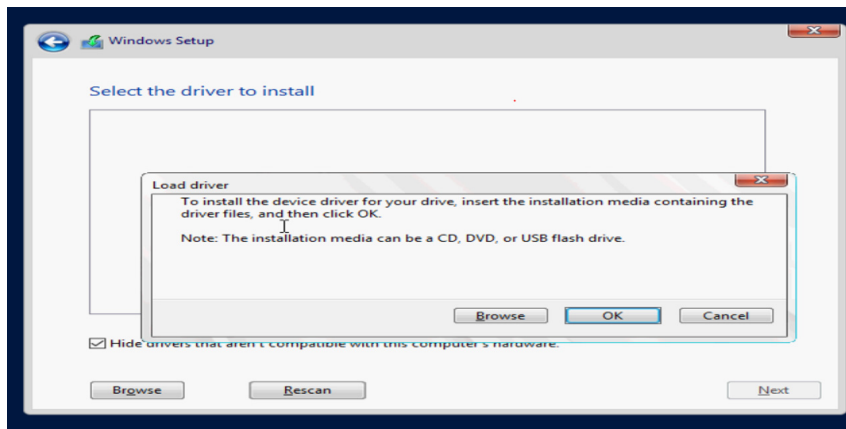

Ilustración 6-18. Configuración de Windows: Selección del controlador que instalar
- a. Haga clic en **Load driver** (Controlador de carga) y, a continuación, haga clic en **Browse** (Examinar) (consulte la Ilustración 6-18).